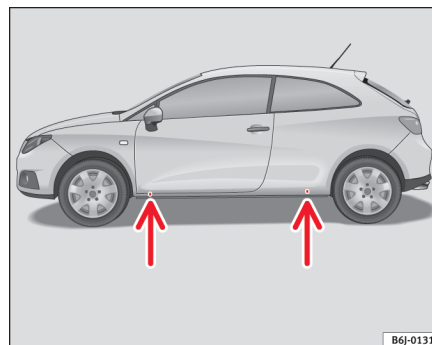

Fig. 136 Points d'appui du cric.
- Cherchez sur le longeron inférieur le point d'appui le plus proche de la roue à changer ⇒ page 222, fig. 136.
Des empreintes sur le bas de caisse indiquent les points d'appui du cric ⇒ page 222, fig. 136. Un emplacement a été prévu pour chaque roue. Le cric ne doit pas être positionné à d'autres endroits.